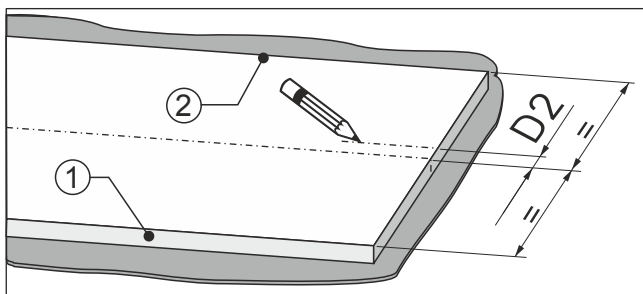

Fig. 92
- Od středu čela nábytku změřte rozměr Fig. 92 (D2) směrem ke straně dveřního dorazu Fig. 92 (2).